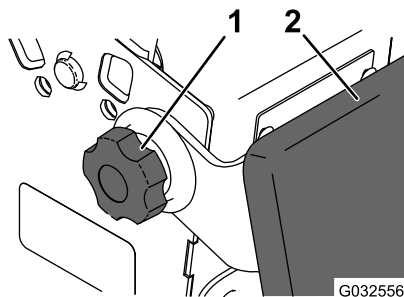

Figura 30
2. Afloje los pomos en cada lado de la máquina (Figura 30).